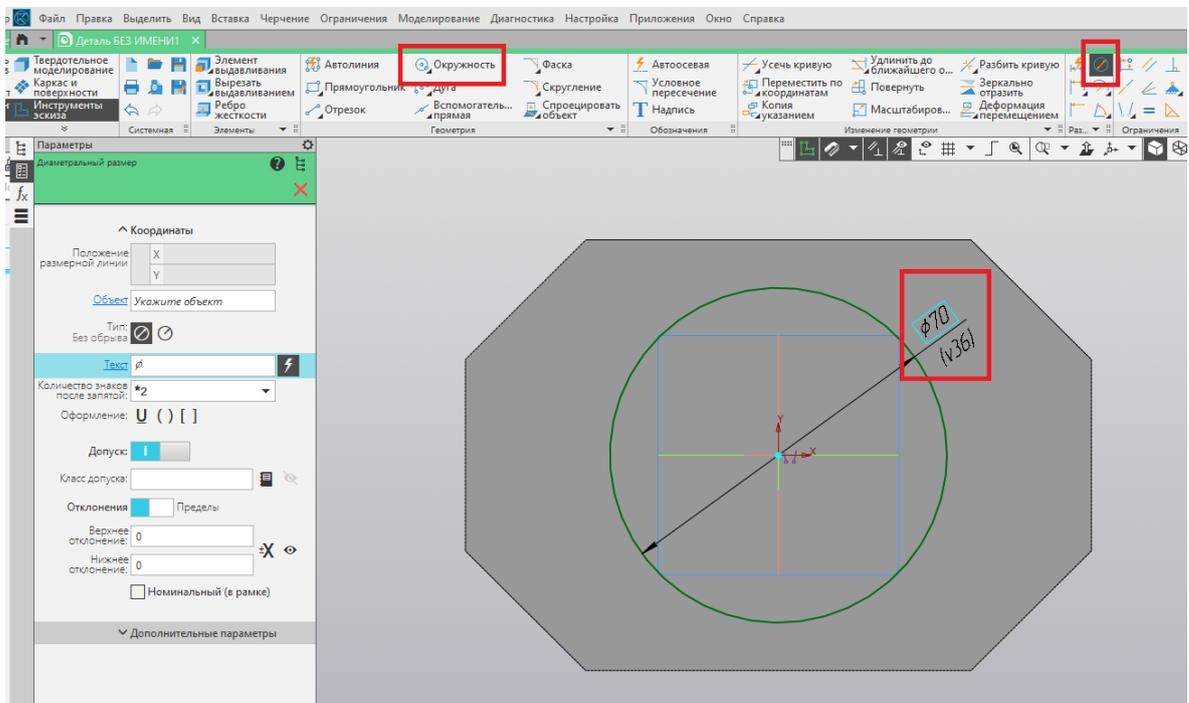

Рис. 80
8. Из начала координат строим окружность диаметром 70 мм при помощи команды «Окружность» (рис. 80).